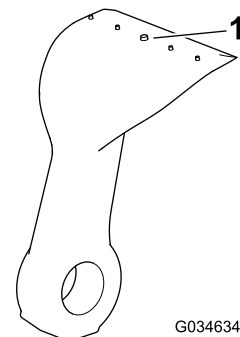

Bild 78
5. Prüfen Sie jedes Messer mit der Verschleißlinie auf zu starke Abnutzung (**Bild 78**). Wenn ein Messer bis auf die Verschleißlinie abgenutzt ist, tauschen Sie das Messer aus.